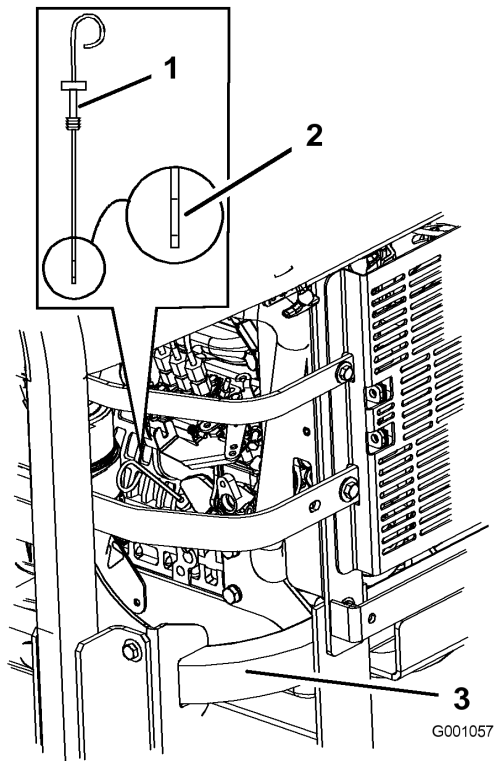

Bild 30
3. Reinigen Sie den Bereich um den Ölpeilstab (Bild 30), damit kein Schmutz in den Einfüllstutzen gelangen und den Motor beschädigen kann.
4. Ziehen Sie den Ölpeilstab heraus und wischen das Metallende ab (Bild 30).
5. Schieben Sie den Ölpeilstab vollständig in den Einfüllstutzen. Ziehen Sie den Peilstab wieder heraus und prüfen Sie das Metallende (Bild 30). Gießen Sie, wenn der Ölstand zu niedrig ist, nur so viel Öl langsam in den Einfüllstutzen, dass der Ölstand die Voll-Marke erreicht.